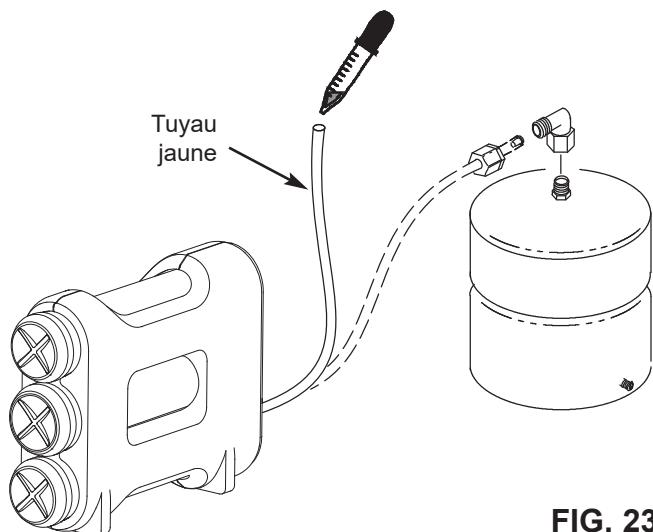

FIG. 23
Il est recommandé de désinfecter le système OI immédiatement après l'installation et, également, après l'entretien des pièces internes. Important : La personne qui installe ou entretient le système doit avoir les mains propres lorsqu'elle manipule les pièces internes. Suivez les étapes ci-dessous pour désinfecter le système. Voir Fig. 23.
4. Versez 3 ml d'eau de Javel dans le tuyau jaune. Manipulez l'eau de Javel suivant les recommandations du fabricant. Voir Fig. 23.